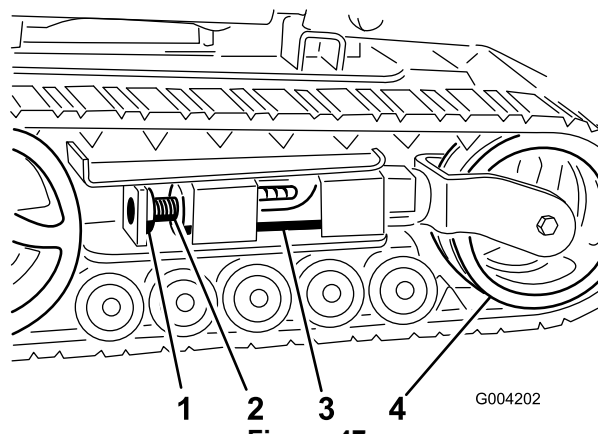
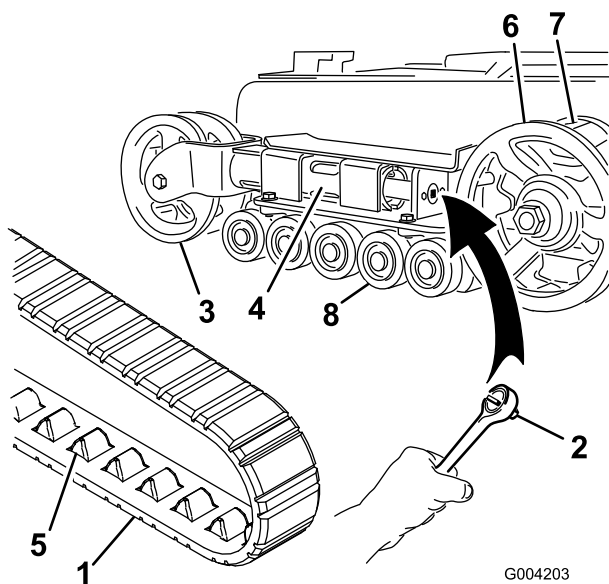

Figure 47
Figure 48
- Alignez l'encoche la plus proche dans la vis de tension avec le trou du boulon de blocage et fixez la vis avec le boulon et l'écrou de blocage (Figure 47).
- Enlevez le boulon et l'écrou de blocage (Figure 47).
- À l'aide d'une clé à douille de 13 mm (1/2 po), tournez la vis de tension dans le sens horaire pour réduire la tension (Figure 47 et Figure 48).
5. Poussez la roue de tension vers l'arrière de la machine pour appuyer le tube de tension contre le cadre (Figure 48). (S'il ne touche pas le cadre, continuez de tourner la vis de tension jusqu'à ce qu'il le touche).
7. Lorsque la chenille est déchaussée, retirez-la du pignon d'entraînement et des galets de roulement (Figure 48).
8. Pour installer la chenille neuve, commencez par l'enrouler autour du pignon d'entraînement, en veillant à ce que les crampons s'engagent correctement entre les dents du pignon (Figure 48).
9. Poussez la chenille sous et entre les galets de roulement (Figure 48).
6. Placez le chapeau de galet de roulement sur la tête du boulon (Figure 48).
7. Fixez le chapeau avec le circlip (Figure 48).